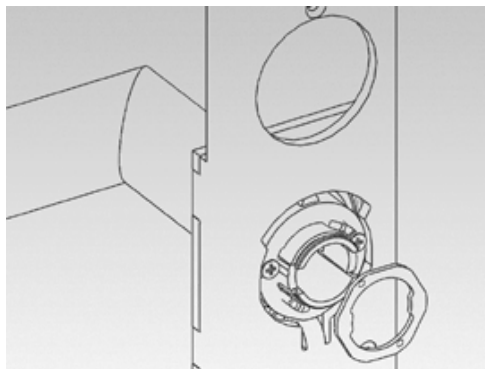

Abbildung 3:
5. Inlay (1) auf den Außendrücker (3) schieben. Dies kann je nach Drückervariante nicht mehr im montierten Zustand erfolgen.
6. Außendrücker (3) in gewünschter Richtung horizontal in den Außenbeschlag (4) einstecken, je nachdem ob es sich um eine DIN links oder DIN rechts Tür handelt.
7. Drückerverschluss (5) aufstecken (Bild 2 und Bild 3).
5. Inlay (1) auf den Außendrücker (3) schieben.